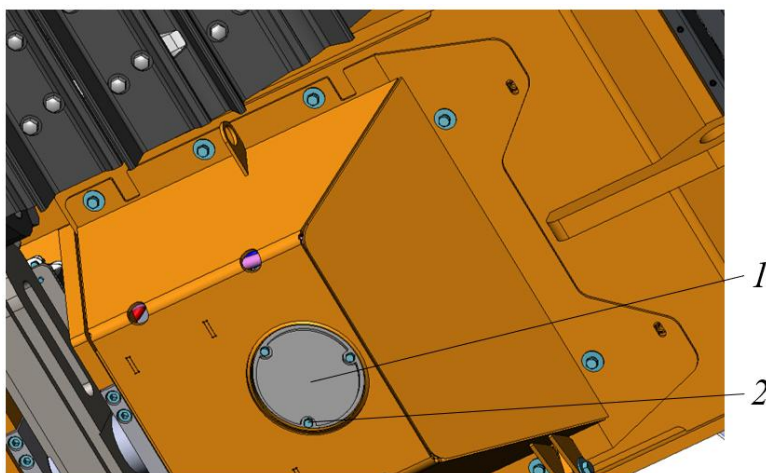

Рисунок 5.10. Съемный лючок в передней части брони
Для демонтажа лючка поз. 1 в передней части брони необходимо, ключом  на 19 выкрутить три болта с шайбами поз. 2 и убрать лючок в сторону, см рис. 5.10;
- ▶ Предварительно очищенный лючок, рис. 5.10 установить на место. Болты поз. 2 затянуть моментом не превышающим 80 Н*м.